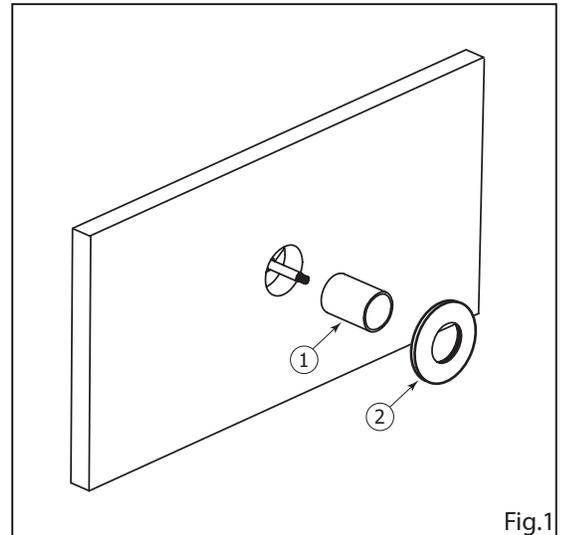
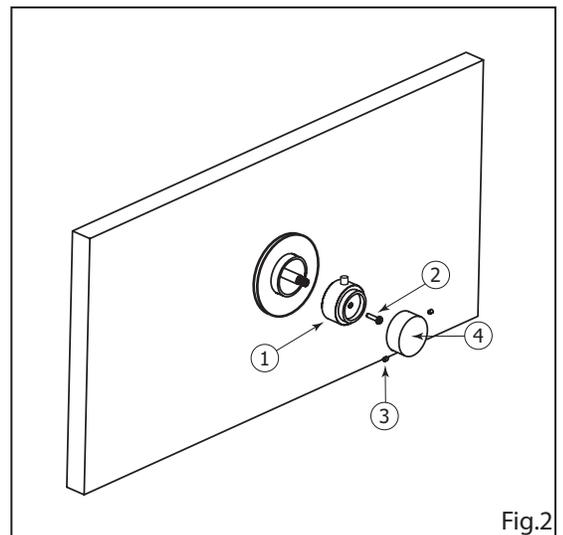

Fig.1
Fig.2
Before installing the trim (2), thread on the cylinder (1) to shut-off valve as shown (fig.1).
*Avant d'installer la plaque décorative (2), visser le cylindre (1) autour de la valve d'arrêt (fig.1) tel qu'illustrée (fig.2).*
*Enlever la pellicule du joint d'étanchéité à l'endos de la plaque décorative. Ensuite, glisser la plaque autour du cylindre (1) et l'appuyer contre le mur. S'assurer que la plaque soit bien collée au mur de finition.*
Insert handles (4) to all dapters and secure each of them with 2 supplied set screws (3) (fig.2).
*Placer l'adaptateur de la poignée (1) sur la tête de la valve d'arrêt. Le fixer avec la vis (2) fournie.*
*Insérer la poignée (4) sur l'adaptateur et la fixer avec les 2 vis de retenues (3) fournies (Fig.2).*